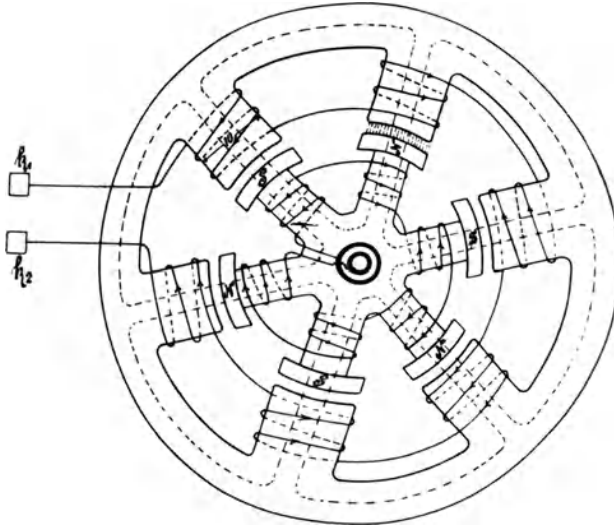

Fig. 68.
234. Eine 6-polige Wechselstrommaschine macht 1200 [1000] (800) Umdrehungen in der Minute; jede der sechs hintereinander geschalteten Spulen besitzt 12 [15] (60) Windungen und die Kraftliniendichte im Luftzwischenraum ist $B_L = 6000$ [5000] (7000). Der Querschnitt des Luftzwischenraumes ist angenähert ein Rechteck von 10 [12] (20) cm Länge und 15 [20] (25) cm Breite (Fig. 68).